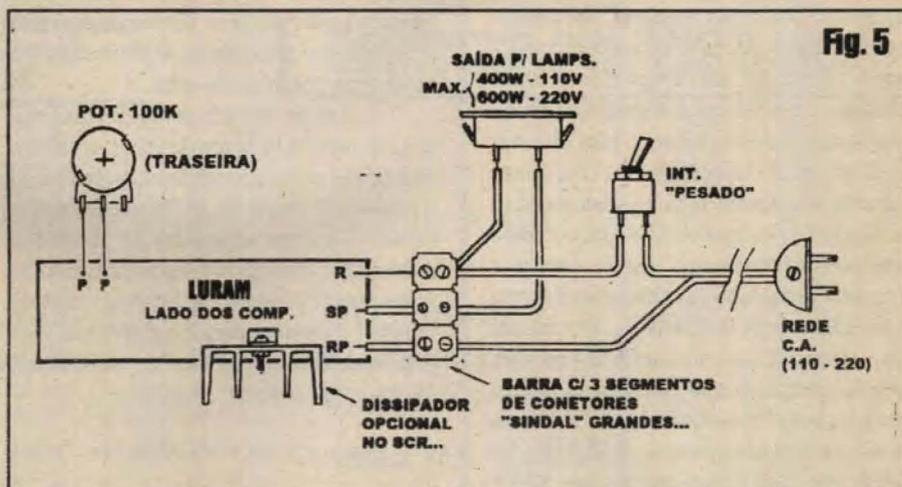

Fig. 5
- **FIG. 5 - CONEXÕES EXTERNAS À PLACA** - Como é convencional nas descrições das montagens, aqui em **APE**, o diagrama de ligações externas é também bastante claro e direto, bastando ser seguido com atenção... Com a placa ainda observada pela sua face não cobreada (a mesma onde repousam os componentes já detalhados no diagrama anterior...), notar que aos pontos **P-P** devem ser ligados dois dos terminais do potenciômetro (o terceiro é simplesmente desprezado...), o qual é visto pela traseira, na figura... Essas